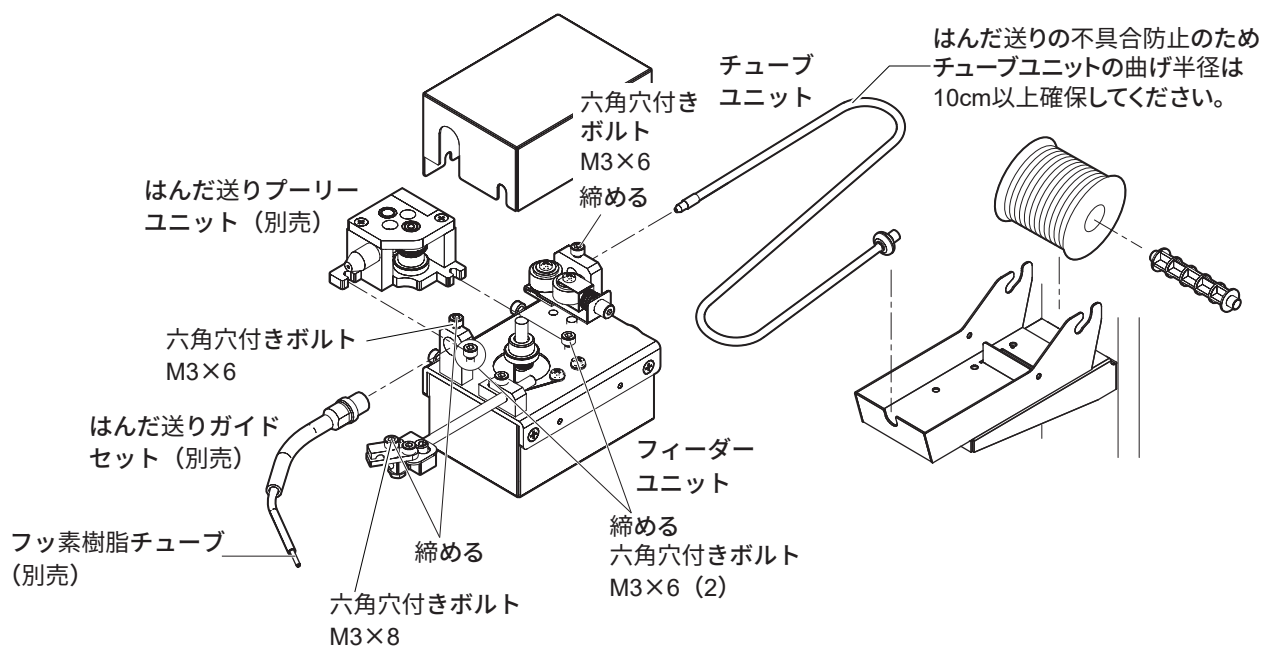

図5-11
- ④ ハッコー FU-500 に入っているフィーダーユニット (CX1010) を組み立てます。チューブユニット、はんだ送りプーリーユニット、はんだ送りガイドセット、フッ素樹脂チューブをそれぞれ取り付け、図 5-11 のボルトを締めます。はんだをチューブユニット内に通し、フィーダーユニット (CX1010) へ送り出します。